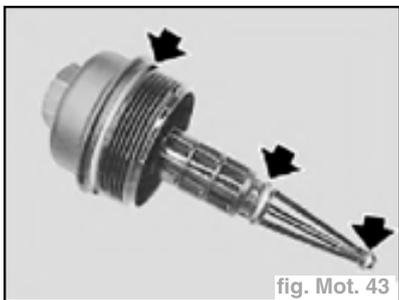

fig. Mot. 43
- Reposer le couvercle du filtre à huile avec des joints neufs (fig. Mot. 43).